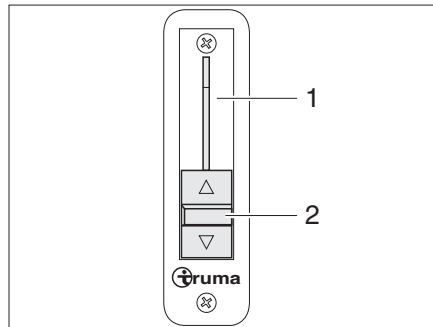

Fig. 16 Blocage de phase
Le régulateur à coulisse pour le blocage de phase (Fig. 16,2) se trouve à gauche sur le tableau de bord (Fig. 16,1).
- Pousser le levier (Fig. 16,2) entièrement vers le bas. Le blocage de phase est fermé.